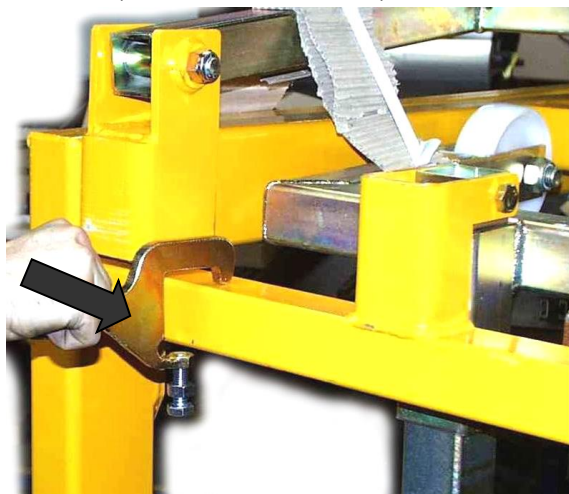
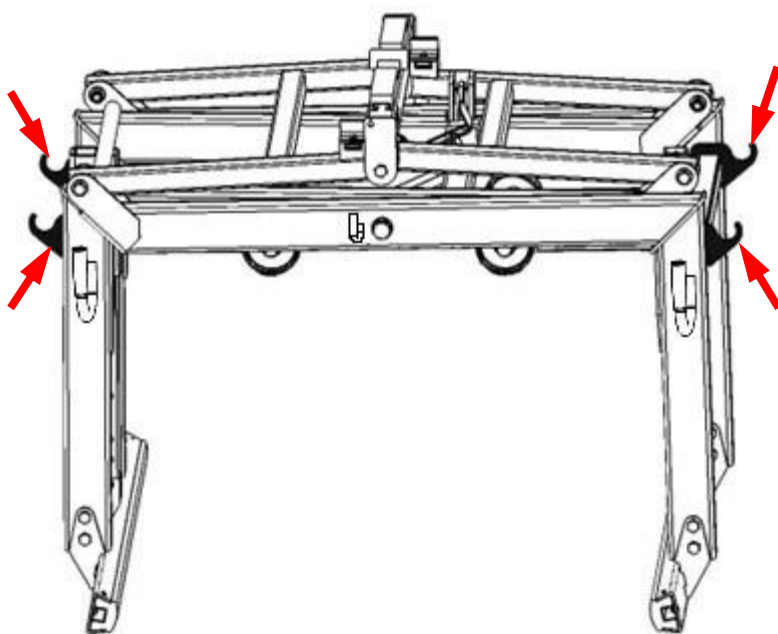

Abb. 1
Abb. 3
1.) Alle 4 Netzhaltungen jeweils seitlich am Gerät einhaken. (siehe Abb. 1 + Abb. 3)